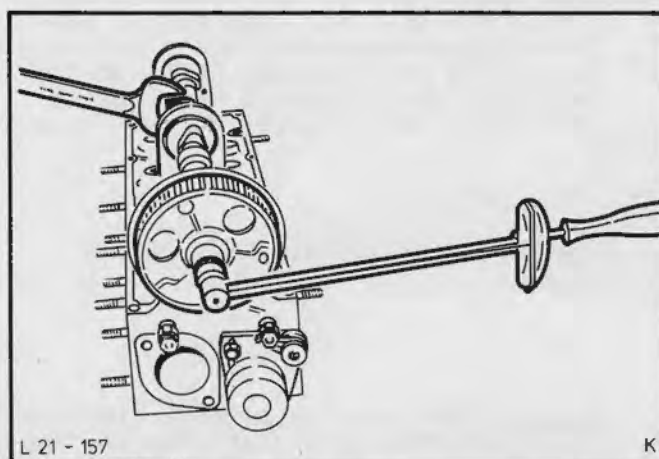

Fig.104. Spænd knastakslens tandremshjul med det specificerede moment
19. Monter trykskiven og knastaksel tandremshjulet med den forstærkede side udefter. Spænd bolten med det specificerede moment, medens knastakslen fastholdes med en gaffelnøgle, Fig.104.